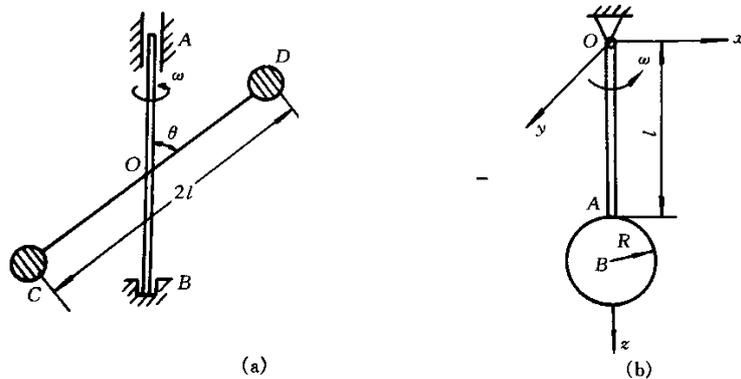

图 11-1
(1) 球 C 和 D 质量均为 m , 用直杆相连, 直杆中点固定在铅垂轴 AB 上, 如图 11-1 (a) 所示。如杆绕轴 AB 以匀角速度 ω 转动, 不计 CD 杆的质量, 求质点系对转轴的动量矩。
(2) 摆由质量为 m_1 , 长为 l 的摆杆和质量为 m_2 , 半径为 R 的均质圆盘组成, 摆杆和圆盘固结在一起, 在铅垂面内绕 O 轴转动, 如图 11-1 (b) 所示。求摆对 O 轴的动量矩。